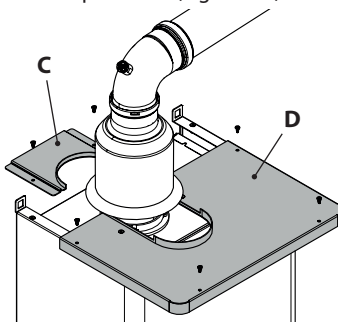

Figura 9.3
- Svitare le viti e rimuovere il particolare **C** e la copertura superiore **D** (Figura 9.3).